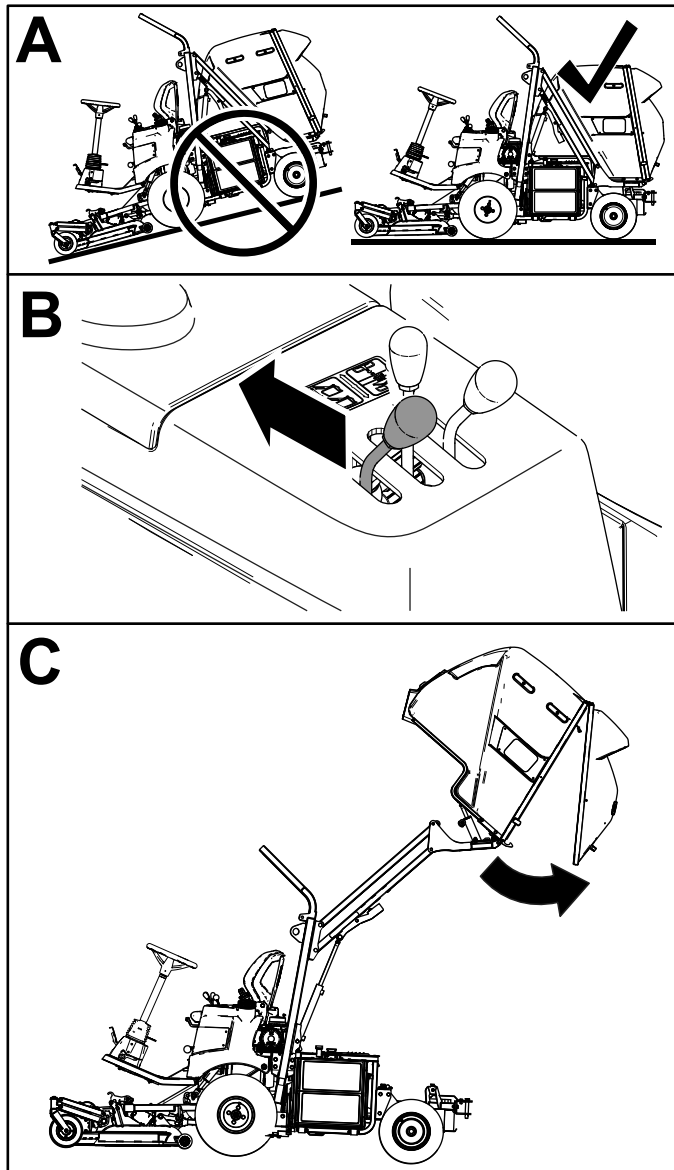

Figure 25
2. Tirez le levier de décharge de la trémie en arrière pour la vider (**Figure 25**).